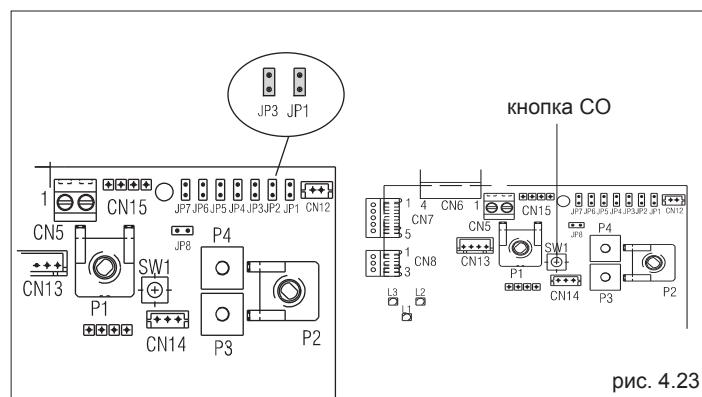

рис. 4.23
- установите перемычки JP1 и JP3 (рис. 4.23)
- нажмите кнопку CO (рис. 4.23) и переходите к настройке следующего параметра.
- Нажмите один раз кнопку CO (рис. 4.23)